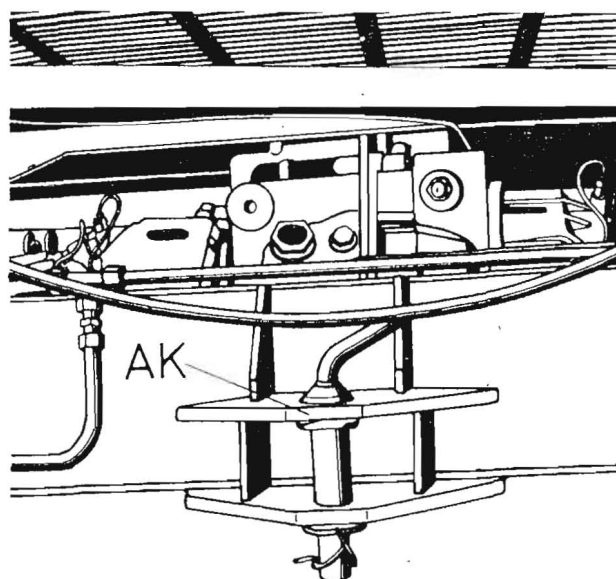

Bild 5/7
Zum Abschleppen des Mähdreschers ist am Triebachskörper eine Abschleppkupplung (AK) mit Bolzen (Bild 5/7) für das Einhängen der Abschleppstange angebracht.